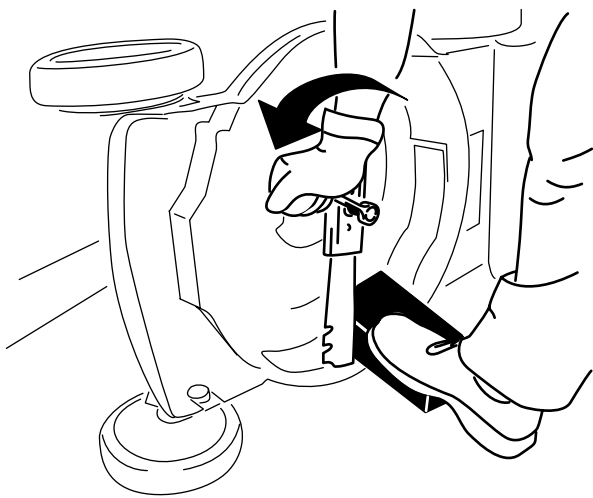

Figure 27
2. Immobilisez la lame avec un morceau de bois (Figure 27).
3. Déposez la lame mais conservez les fixations (Figure 27).